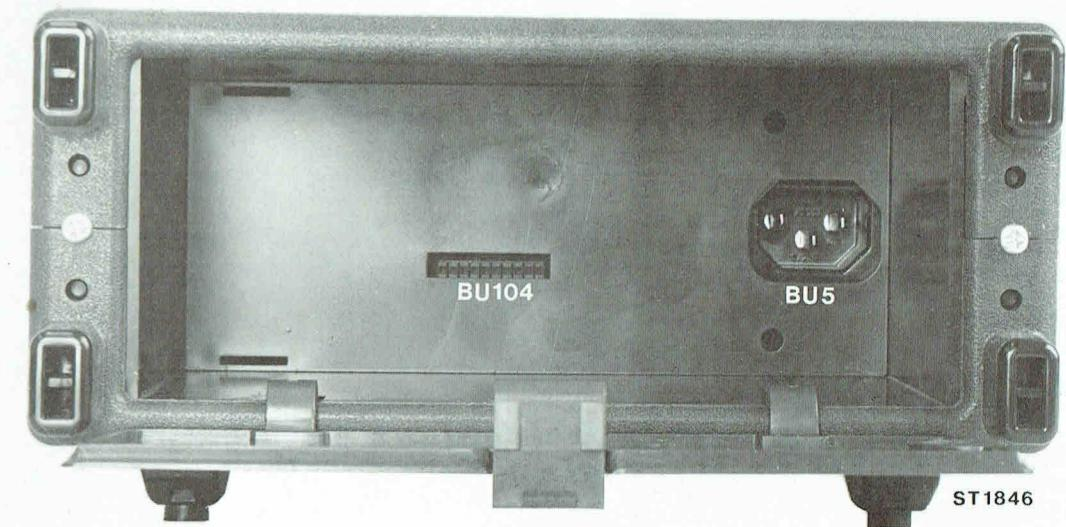

Fig. 11
Le boîtier de l'appareil est alors mis automatiquement à la terre par le cordon mentionné ci-dessus. Au cas où l'appareil ne peut pas être mis à la terre par le cordon secteur, un câble de terre séparé doit être connecté à la borne de terre (13) à l'avant de l'appareil (voir Fig. 11, page 52). Ce faisant, il faut toujours tenir compte des règles de sécurité locales.
V-3.1. Paneau arrière (Fig. 11, page 52).
- Mettre le commutateur POWER sur ON (Fig. 11, page 52)
- Enfoncer le bouton-poussoir V== (Fig. 11, page 52)
- Enfoncer le bouton-poussoir 0,2 (Fig. 11, page 52)
- Régler l'affichage sur .0000 V à l'aide du potentiomètre "0" sur le panneau avant de l'appareil (Fig. 11, page 52).